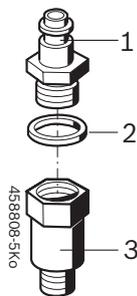

Рис. 23: Монтаж адаптера обратной линии с резьбой для навинчивания
5. Скрутить друг с другом ниппель (Рис. 23, поз. 1) и адаптер (Рис. 23, поз. 3) с плоским уплотнительным кольцом 10,2 x 13,4 мм (Рис. 23, поз. 2), зафиксировать.